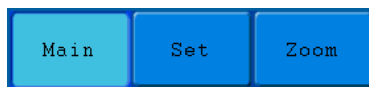

Рисунок 26 - Меню настройки горизонтальной шкалы
3. Кнопка HORIZ MENU: при нажатии этой кнопки на дисплее появляется меню настройки горизонтальной шкалы (см. рисунок 26).